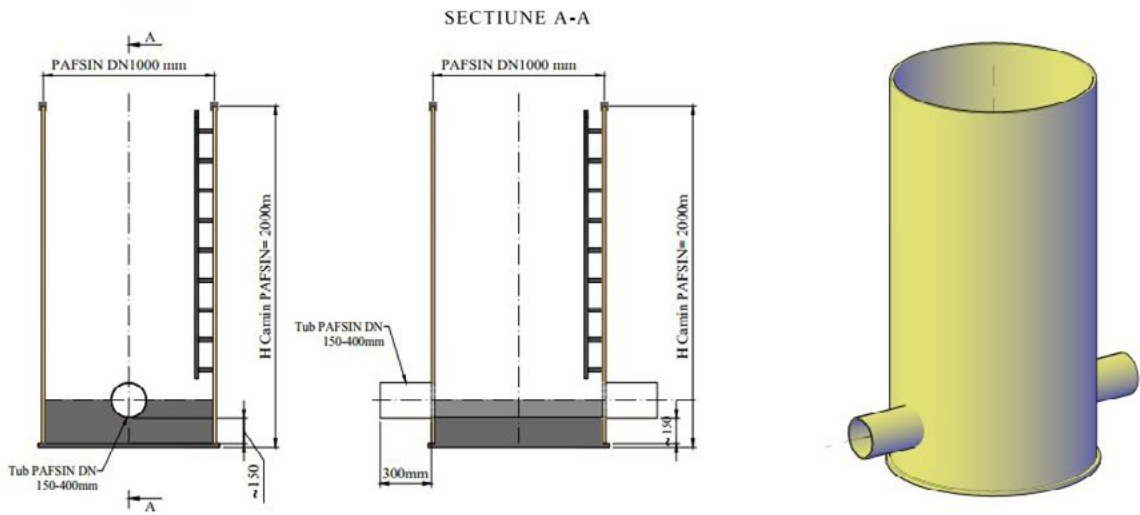

Fig. 47 Cămin de vizitare de linie coș GRP/PAFSIN
- » cămine stații de pompare ape uzate (Fig. 46 și Fig. 47, pag. 64)